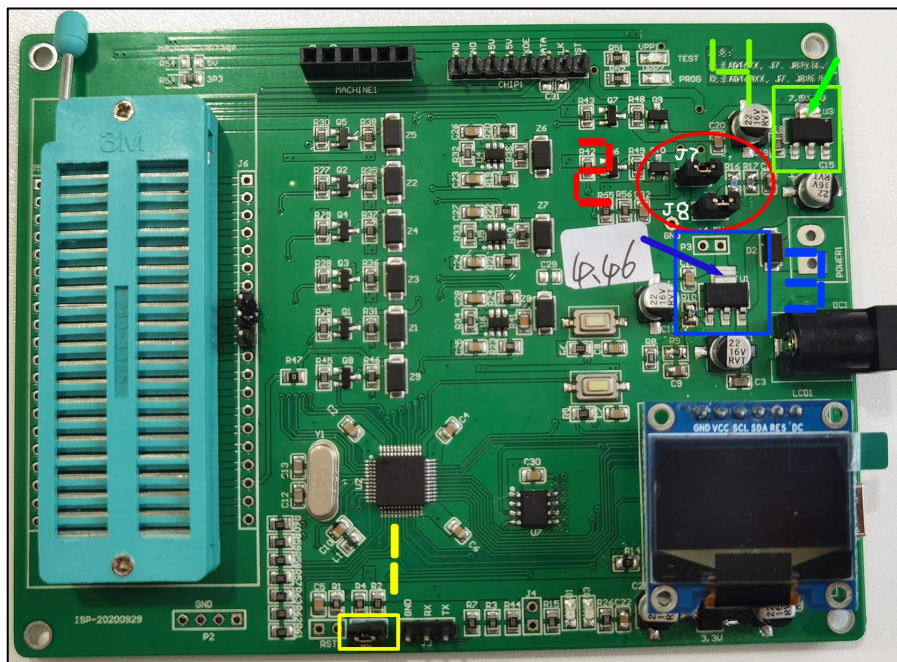
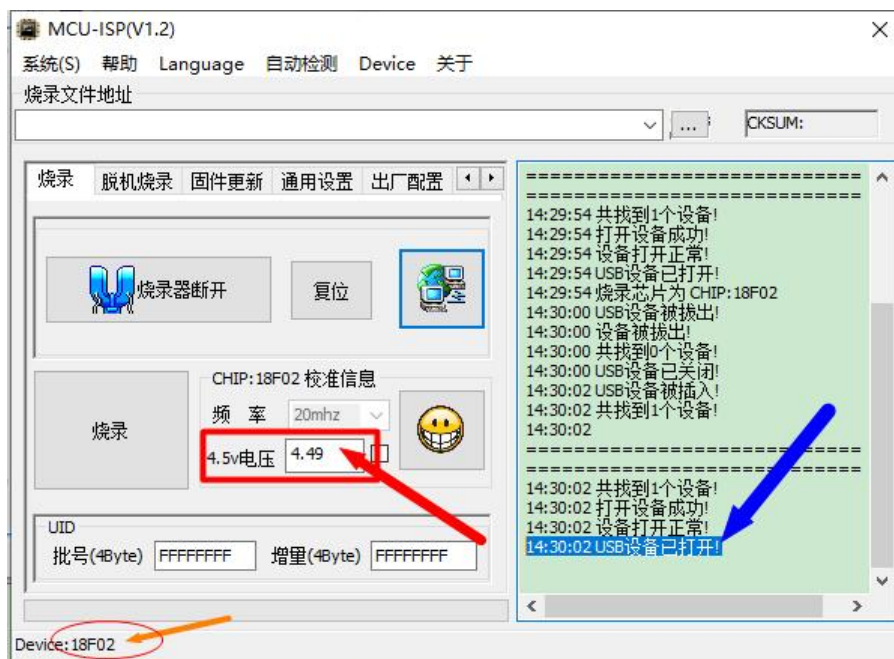

图 1. 烧录器实物
图 2. MCU-ISP 软件主界面
- ① 图 1 中，编号 1 处的跳线帽必须处于连接状态。
- ② 图 1 中，编号 2 处的两个跳线帽（J7 和 J8）的状态，如果烧录的芯片是 18Fxx 系列，则都要处于连接状态；如果是烧录 16xx 系列，则 J7 要处于连接状态，J8 要处于断开状态。
- ③ 图 1 中，测量编号 3 处的 LDO 输出电压（图 5 黄圈中的测试点），记录电压数值，因为稍后要输入到 ISP 软件 4.5V 电压的输入框中（见图 2 红箭头）。
信息核对无误后，打开 MCU-ISP 上位机软件 `MCU-ISP.exe`，再用 USB 线连接烧录器与电脑，稍候会看到“USB 设备已打开”的提示信息（见图 2 蓝箭头），表示软硬件连接正确，可以正常使用。